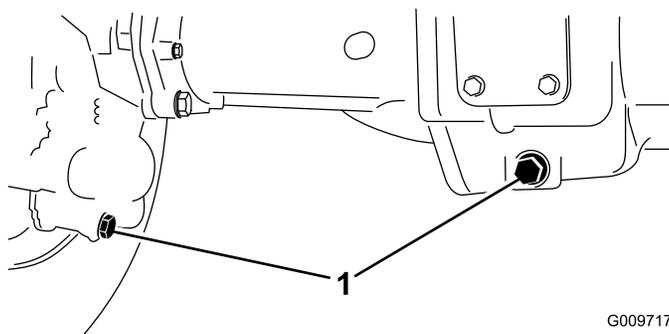

Рисунок 75
2. Очистите область вокруг 3 сливных пробок, по 1 на каждом конце и 1 в центре (**Рисунок 75**).